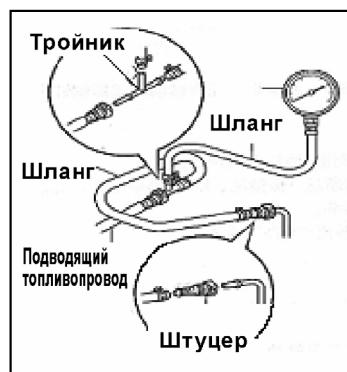

Рис. 92
- (1) Проверьте напряжение аккумулятора, оно должно быть менее 12 В;
- (2) Отсоедините отрицательную клемму аккумулятора;
- (3) Подсоедините прибор для измерения давления топлива к топливопроводу, входящему в топливную рейку (Рис.92).